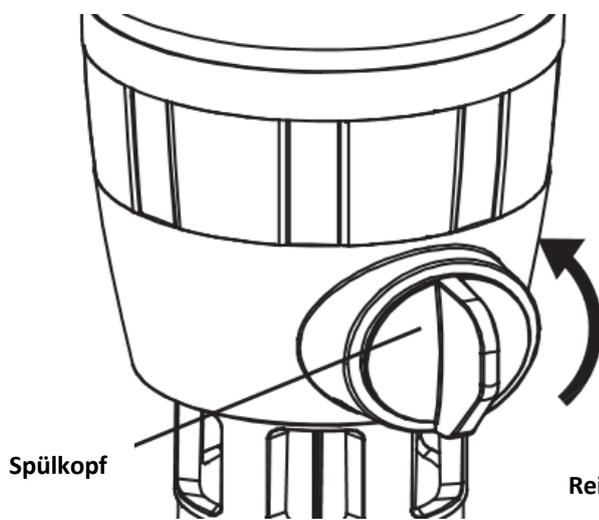

Abbildung 1
- Der Rückspülfilter muss nach der Installation gespült werden (Abbildung 1).